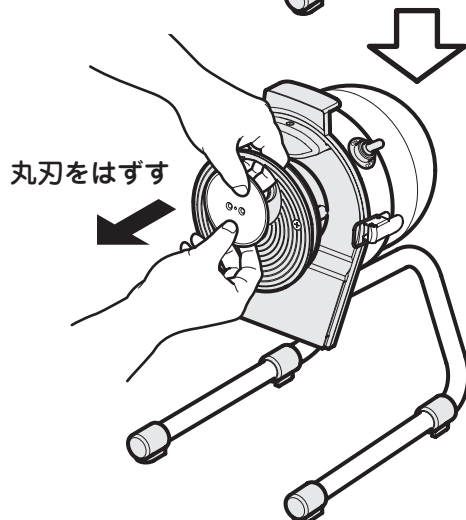

図3
⑤ 丸刃を手前にずらして回転盤との隙間を開けて、もう一方の手で丸刃をつまんで前方にはずしてください。(図3)